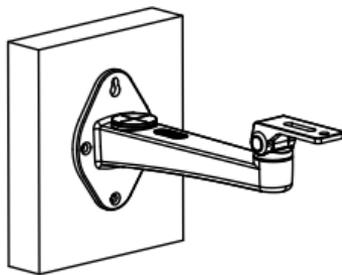

图2-19 固定支架
- 3. 固定支架：**将摄像机支架固定在安装墙面上，如图 2-19 所示。如果是水泥墙面天花板，先需安装膨胀螺钉(膨胀螺钉的安装孔位需要和支架一致)，然后安装支架；如果是木质墙面，可使用自攻螺钉直接安装支架。